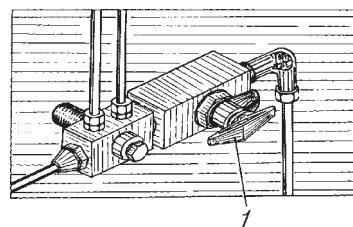

Рис. 18. Клапан отбора воздуха:
**Клапан отбора воздуха** установлен под капотом на панели кабины. Для отбора воздуха отверните колпачок 1 (рис. 18) клапана, наверните на корпус клапана накидную гайку шланга, имеющуюся в комплекте инструмента.